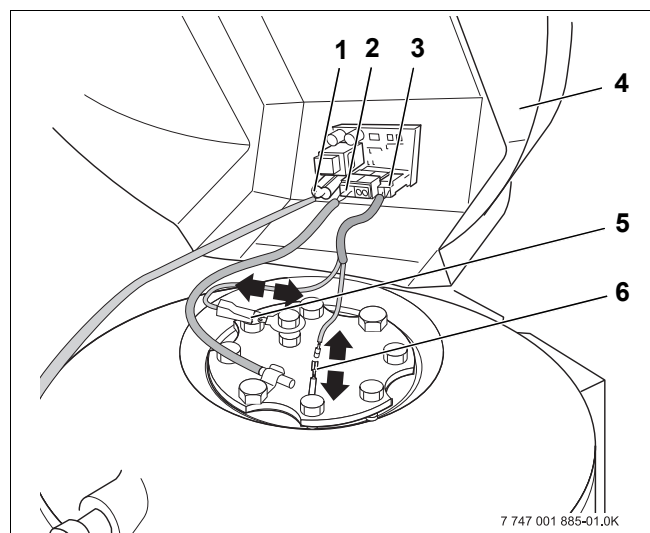

Рис. 14 Разъединить штекерные соединения
- Отсоединить все 3 штекера (рис. 14, **поз. 1 – 3**) на IMP.
- Отложить в сторону крышку бака (рис. 14, **поз. 4**).
- Отсоединить плоский контакт и круглый штекер (рис. 14, **поз. 5 и 6**) кабеля подключения анода.